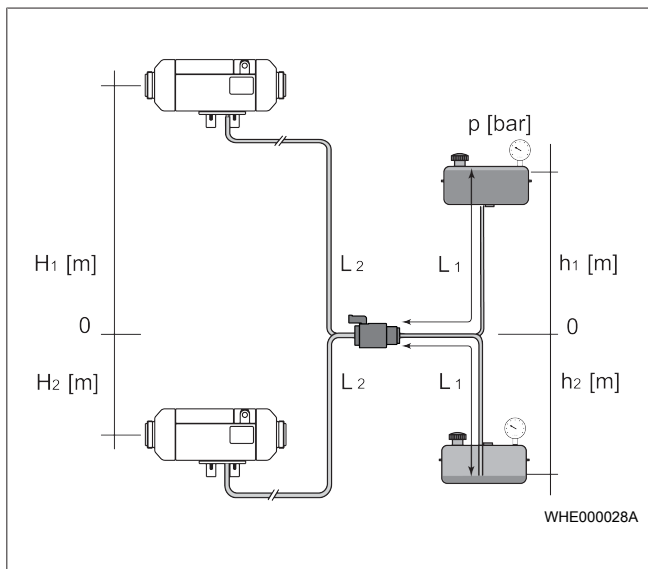

Fig. 8 Tillatt trykk på drivstoffuttakspunktet
- ✓ Trykket på drivstoffinntaksstedet er i tillatt område (se Fig. 8 og tabeller).